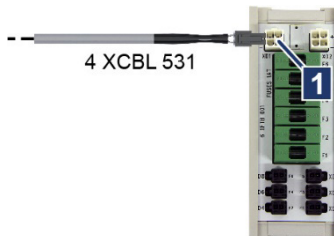

Abb. 6-12: Stromversorgung an XFTB
2. Spannungsversorgungskabel 4 XCBL 531 am Sicherungsblock XFTB in Buchse XD1 oder XD2 stecken (→Abb. 6-12/1).